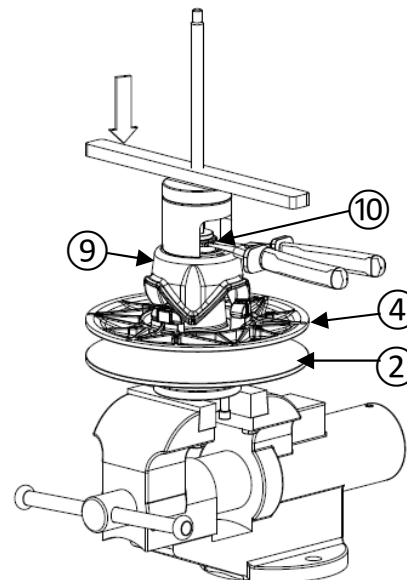

Figure 33
- Assemblez la came ⑨ sur l'arbre assemblé ① avec l'outil de démontage. Insérez la clavette ⑧ dans la rainure de l'arbre assemblé ① (figures 33 et 34).
- Mettez l'anneau élastique ⑩ sur la came ⑨.
- Assurez-vous que le flasque fixe ② est bloqué en rotation, tournez la came ⑨ dans le sens horaire ou anti-horaire pour positionner les patins de came ⑤ du bon côté de la surface de glissement de la came ⑨, comme avant le démontage.
- Vissez la barre de l'outil de démontage jusqu'à ce que la came ⑨ soit suffisamment basse pour installer l'anneau élastique ⑩.